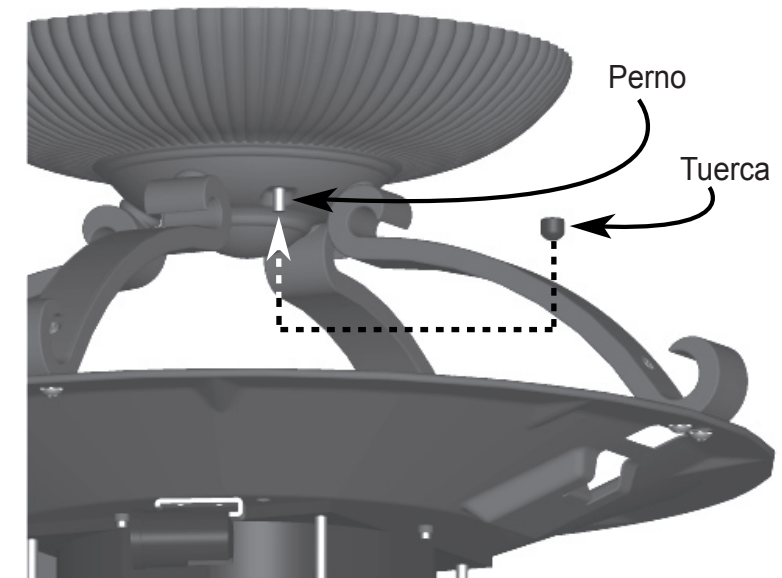

Figura 9 - Instalación de la tuerca ciega
6) Coloque las tuercas ciegas sobre los pernos de suspensión y apriételos hasta que queden ajustados. Vea la Figura 9.